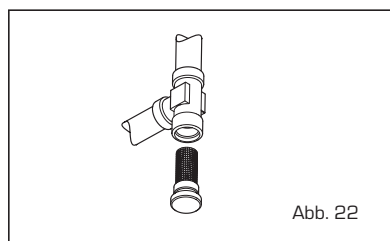

Abb. 22
4.4.3 Reinigung AQUA GUARD FILTER SYSTEM (Abb. 22)
4.4.4 Funktion Estrichrocknung (Abb. 22/a)